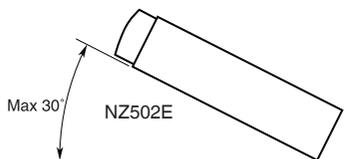

Figura 3
3. Installare l'unità entro 30° rispetto al piano orizzontale. (Figura 3)